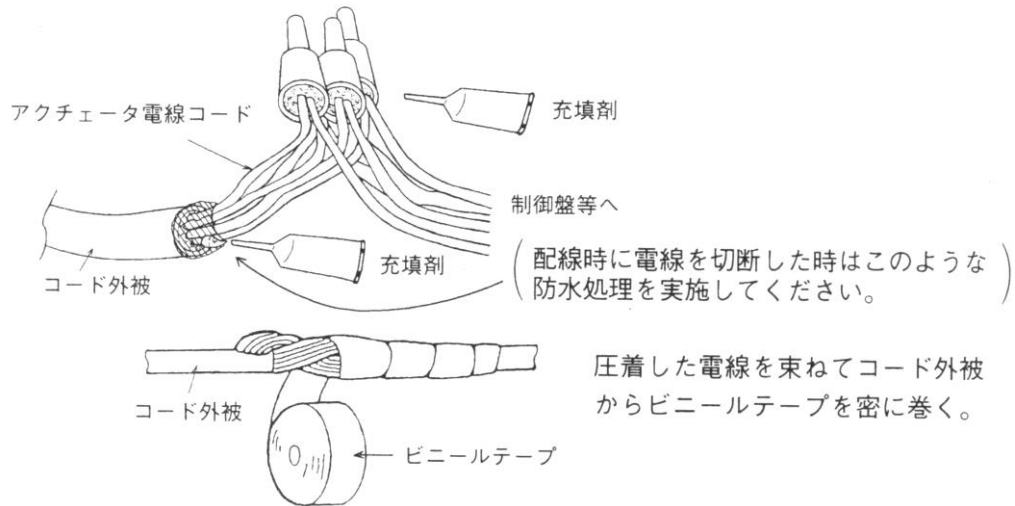

図4
- 配線コードとコード内の電線には若干の隙間があり、コード接続部や末端の防水処理が不完全ですと、毛細管現象でアクチュエータ内に水分が浸入して、内部腐食により作動不良を発生させる場合があります。コード接続部・末端部の防水処理を確実に行ってください。(図4参照)